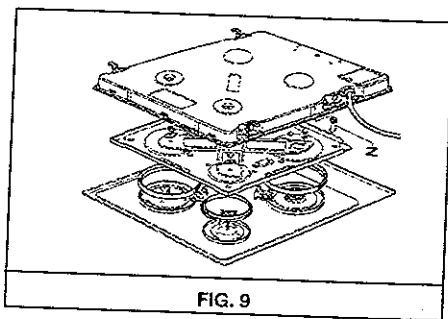

FIG. 9
- Enlevez la table du meuble, renversez-la, dévissez les vis "Z" et retirez le caisson (voir fig. 9).
Pour remplacer les composants installés à l'intérieur de la table, enlevez cette dernière du meuble, renversez-la, dévissez les vis "Z" et retirez le caisson (voir fig. 9).